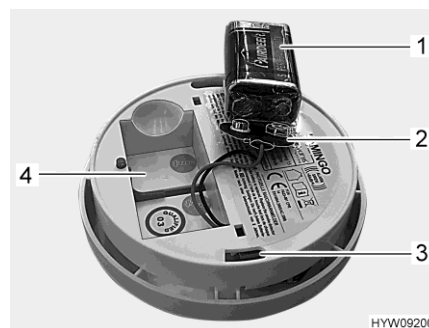

Fig. 119 Rivelatore di fumo (parte posteriore)
- Estrarre la batteria e scollegarla dal suo fermaglio (Fig. 119,2).
- Collegare la batteria nuova (Fig. 119,1) al suo fermaglio (Fig. 119,2), assicurandosi che i poli della batteria si innestino nel fermaglio.
- Inserire la batteria nel suo scomparto (Fig. 119,4).
- Posizionare il rivelatore di fumo (Fig. 120,1) sul supporto (Fig. 120,3). I naselli di ritegno (Fig. 120,2) devono innestarsi nelle aperture (Fig. 119,3) del rivelatore di fumo.